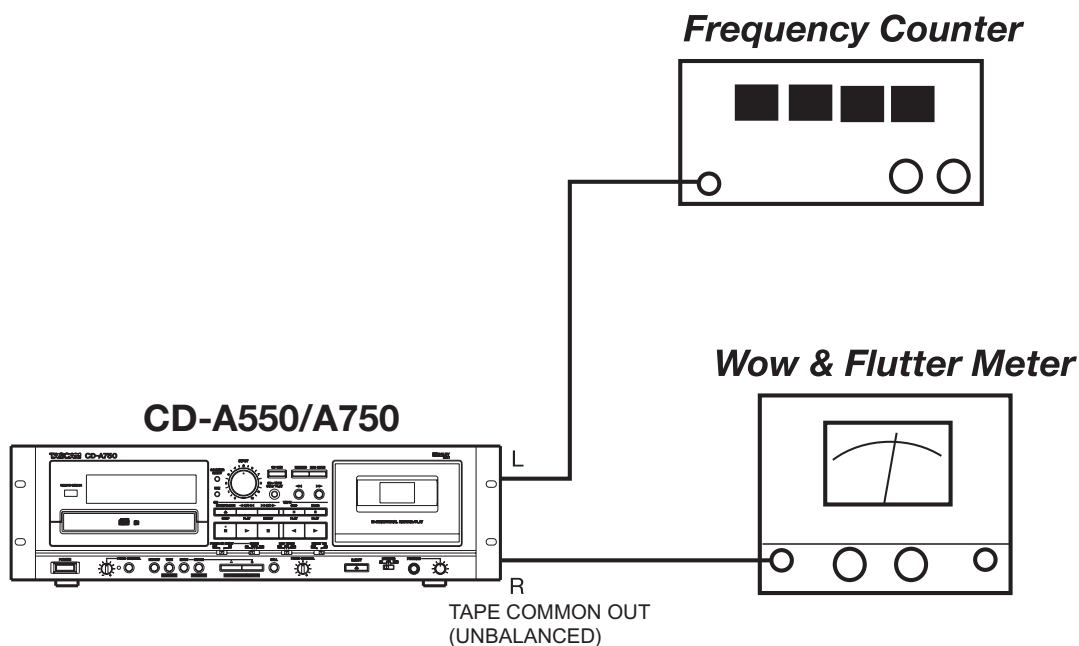

Fig. 1
- (1) Connect a frequency counter to the deck as shown in Fig. 1.
- (2) Load a MTT-111N test tape and play in FWD direction the beginning of the test tape.
- (1) Connect a wow-and-flutter meter to the deck as shown in Fig. 1.
- (2) Load and play a MTT-111N test tape.
- (3) Check that the readings on the wow-and-flutter meter is within 0.25 % (WRMS).
- (1) Fig. 1のように周波数カウンターを接続する。
- (2) テストテープMTT-111Nの巻き始め部をFWD方向で再生する。
- (1) Fig. 1のようにワウフラッタメーターを接続する。
- (2) テストテープMTT-111Nを再生する。
- (3) ワウフラッタ値が0.25 % (WRMS) 以内であること。